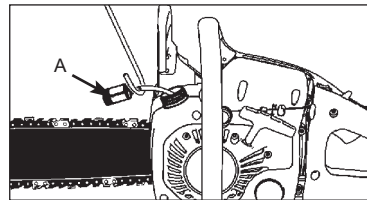

Fig. 16
4. Neem de filter (A) uit de tank (Fig. 16).